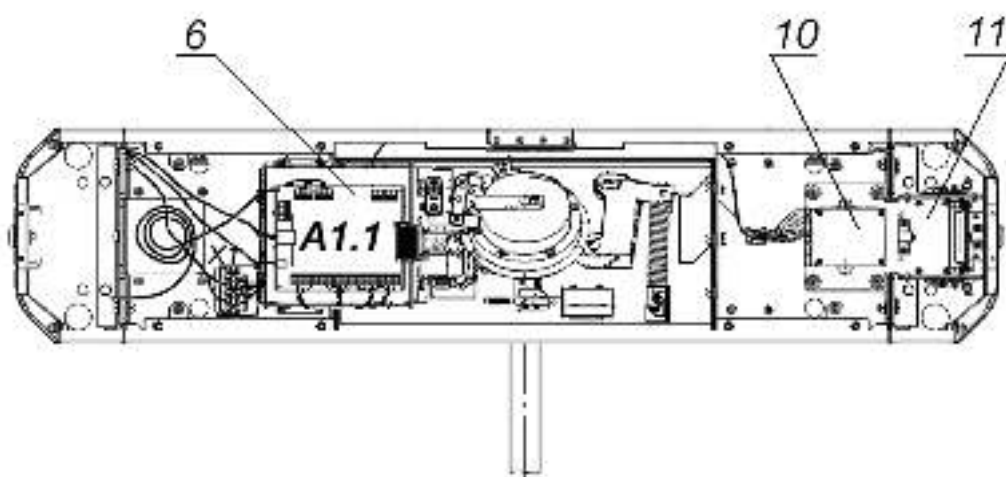

Рисунок 13. Схема прокладки кабелей в стойке ЭП
6. Подготовьте в полу отверстия под гильзы анкеров для крепления стойки ЭП. Установку и крепление стойки производите после прокладки всех кабелей в кабельном канале и внутри стойки. Схема прокладки кабелей в стойке показана на рис. 13.
7. Демонтируйте боковую заглушку (10) и выньте контейнер картоприемника (18), открыв ключом замки (11) и (19).
9. Снимите крышку стойки ЭП (3) (см. разд. 6).
10. Протяните кабели внутри стойки. Рекомендуемое расположение кабелей при прокладке внутри стойки показано на рис. 13.
14. Выполните заземление стойки ЭП в соответствии с требованиями ПУЭ («Правила устройства электроустановок»). Контакт заземления **Z1** (8, рис. 13) находится за боковой заглушкой стойки (10). Для крепления кабеля заземления на контакте используйте гайку М4.
При производстве механизм картоприемника (11, см. рис. 13) установлен со стороны считывателя №1 (A2).
7. Отсоедините кабель картоприемника от платы картоприемника (10, рис. 13).